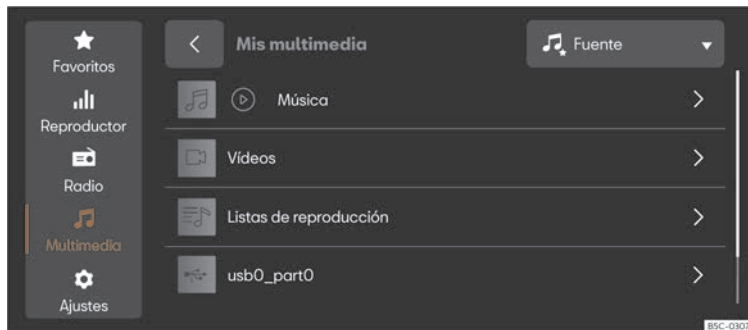

Fig. 177 Representación esquemática: Vista Multimedia.
- Pulse **MENU** > > >>> **fig. 177**.